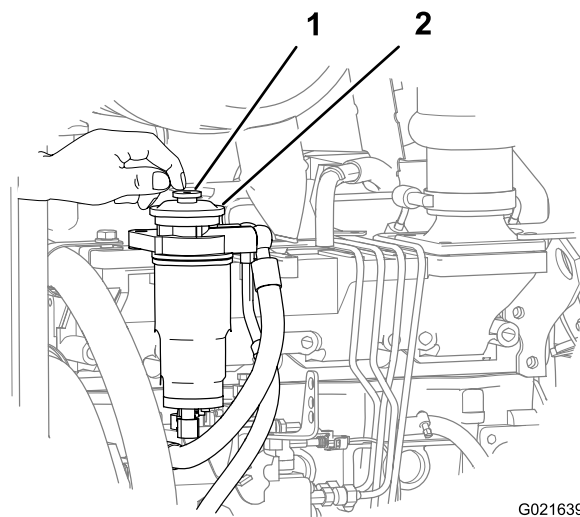

Figure 91
6. Localisez le bouton d'AMORÇAGE au sommet de l'adaptateur de l'élément filtrant secondaire (Figure 91).
7. Appuyez brièvement sur le bouton d'AMORÇAGE plusieurs fois jusqu'à ce que vous sentiez une résistance lorsque vous enfoncez le bouton (Figure 91).